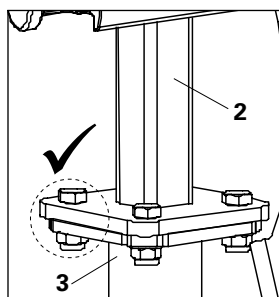

Fig. A3.06a
Utilice siempre un tornillo M12 en el lado del cabezal de caída (2) y una tuerca en el lado del puntal (3). (Fig. A3.06a)